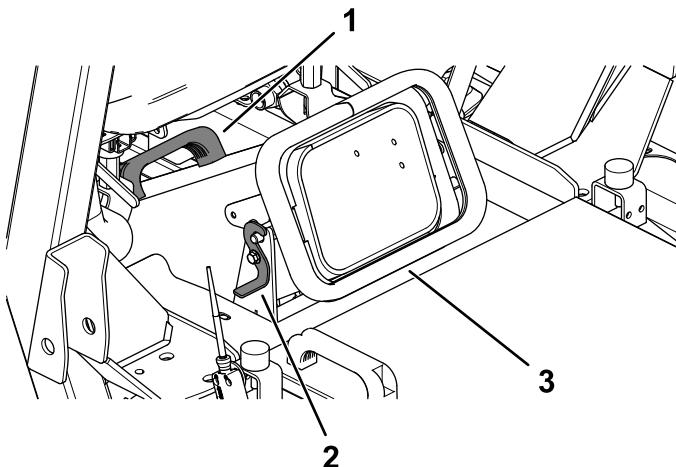

Bild 27
- Entriegeln Sie den Auswurfkanal (Bild 27).
- Nehmen Sie den Auswurfkanal mit dem Griff am Auswurfkanal ab und entfernen Sie Verstopfungen vom Auswurfkanal und der Mähwerköffnung (Bild 27).
- Montieren Sie den Auswurfkanal und verriegeln ihn mit den Riegeln (Bild 27).